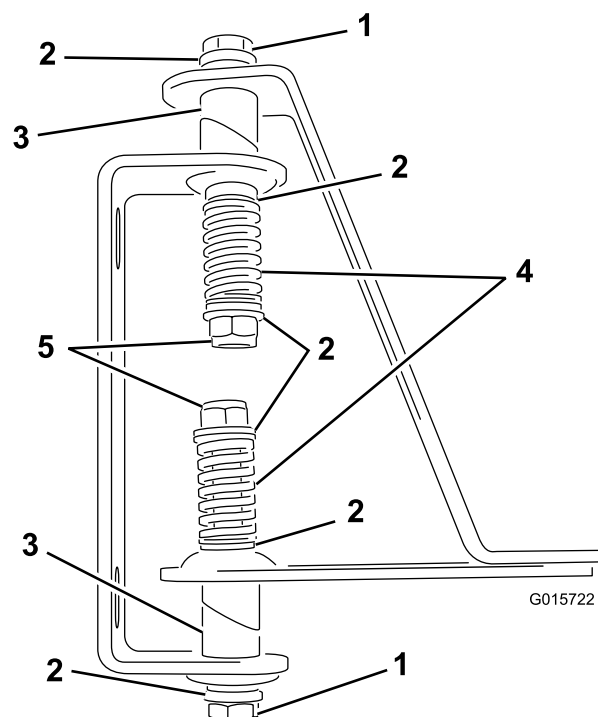

Figura 3
- Insira os parafusos através das aberturas do tubo soldado com dobradiças e dobradiças e correias (Figura 3).
- Instale uma mola na extremidade de cada parafuso (Figura 3).